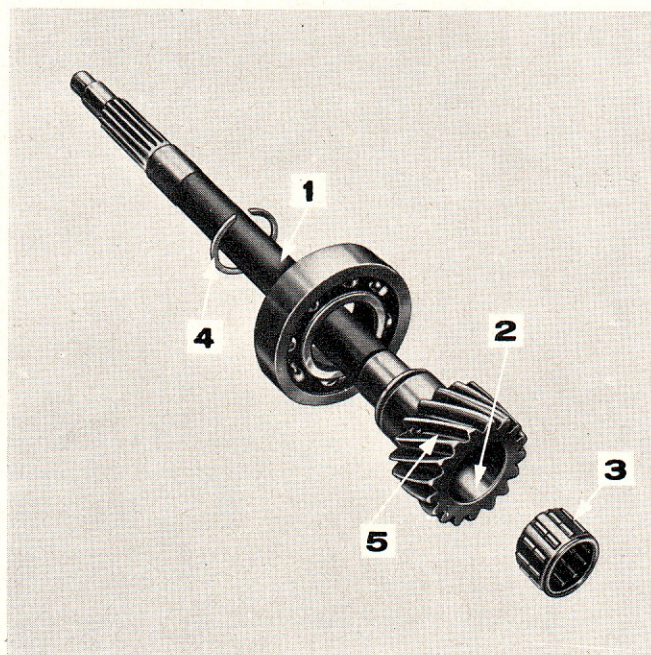

Figure 11: Composants de l'arbre d'entrée de transmission
1. Déposer le roulement à aiguilles qui est logé librement dans l'alésage de l'extrémité pignon de l'arbre d'entrée (fig. 11). Contrôler l'usure du roulement et de l'alésage et renouveler les pièces selon besoin.